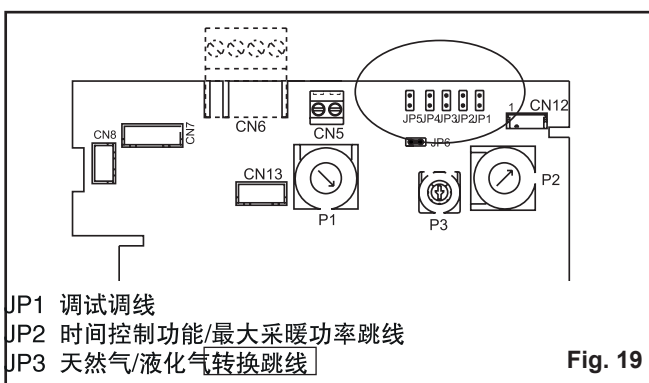

Fig. 19
- 用改锥打开操作面板上的盲板旋钮: (Fig.19)
- 顺时针前倾旋转控制板上的电位计 P2 至最大值位置, 即顺时针旋转至旋不动为止; (Fig.19)